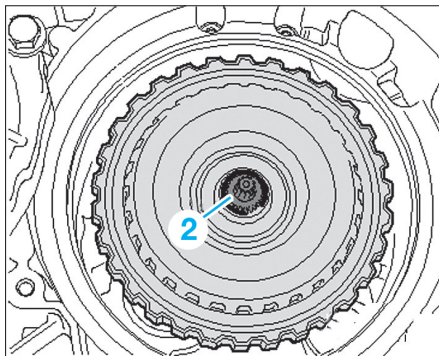

Fig. 8
- le circlip de l'embrayage (2) (Fig.8).